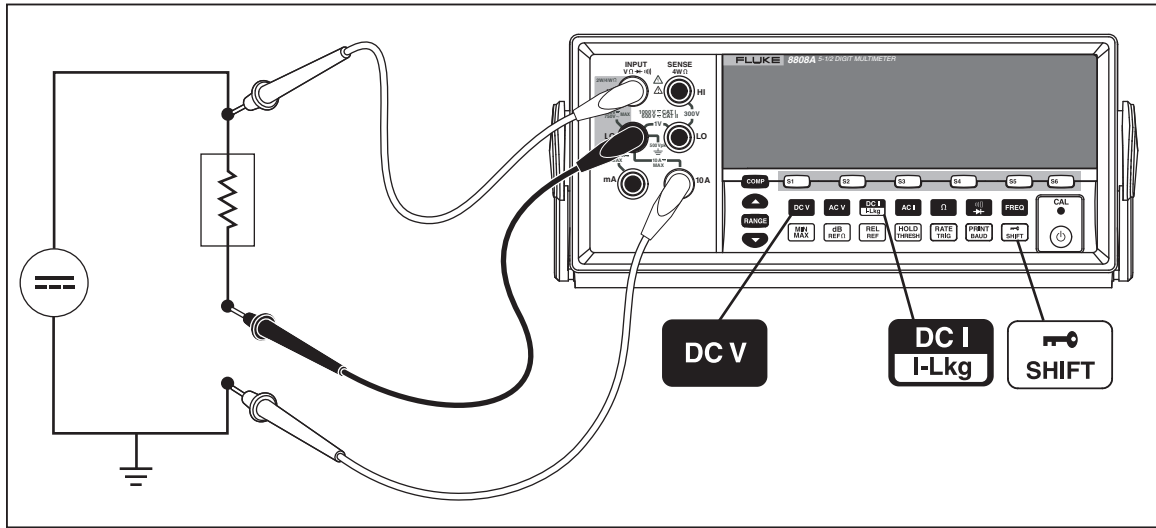

Figura A-2. Misure tensione in c.c. e corrente in c.c. del segnale in ingresso
La maggioranza delle applicazioni del doppio display elencate nella Tabella A-2 possono essere eseguite utilizzando una serie singola di cavetti di prova connessi ai terminali **INPUT VΩ**, **HI** e **LO**. Tuttavia, per misurare la tensione e la corrente di un segnale in ingresso sono necessari tre cavetti. Assicurarsi che le misure di tensione e di corrente condividano lo stesso cavetto comune, come indicato nella Figura A-2. Quindi, seguire semplicemente le precauzioni da rispettare quando si eseguono delle normali misurazioni di corrente senza un morsetto di corrente.
4. Collegare i cavetti al circuito di prova come illustrato nella Figura A-2 e leggere le misurazioni sul display. Anche se la corrente verrà visualizzata negativa, in realtà è positiva, se interpretata in base alla convenzione dell'intensità di corrente.